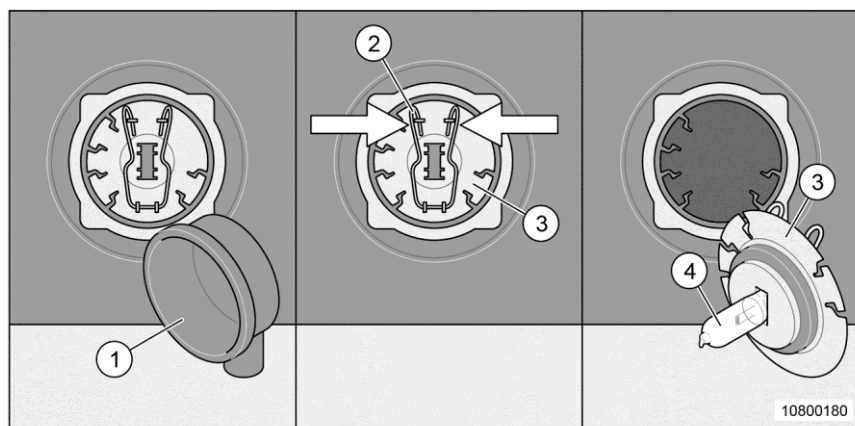

Fig. 198 Remplacer l'ampoule du feu antibrouillard/feu de virage
1. Enlever l'écran (Fig. 198/1).
2. Comprimer les pinces (Fig. 198/2).
3. Retirer l'ampoule (Fig. 198/3) du culot et la remplacer.
- En remplaçant l'ampoule, ne pas toucher le verre (Fig. 198/4) avec les mains.